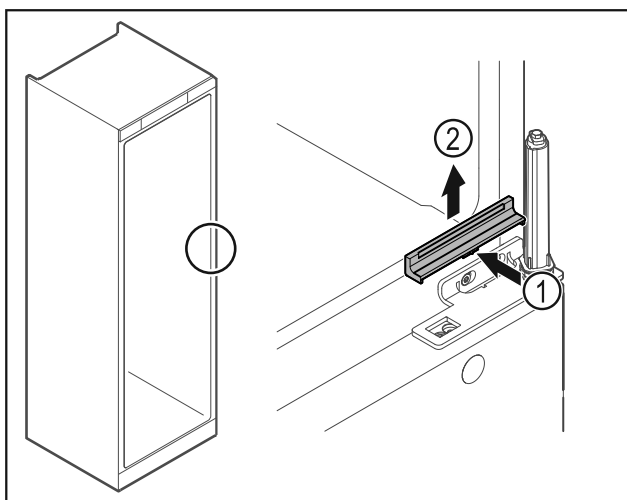

Fig. 27
- Premere leggermente la copertura Fig. 27 (1) al centro e rimuoverla sollevandola verso l'alto Fig. 27 (2).